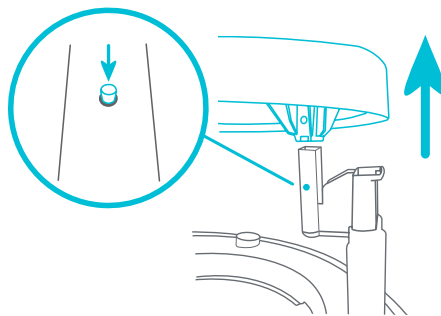

Fig. 13b
- **TAPA SUPERIOR:** Para retirarla, presione las 3 chavetas ubicadas en cada pata de la mesa (Fig. 13b). Repite el proceso con las otras patas de la mesa.